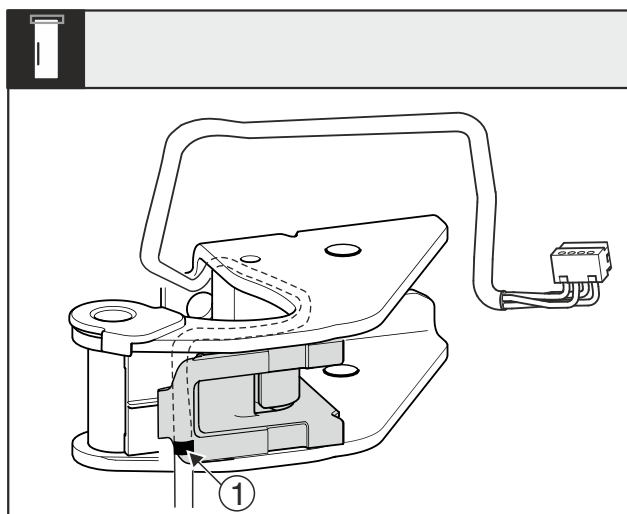

Fig. 17
- ▶ Srednja oznaka Fig. 17 (1) mora pritom biti na rubu držača kabela.